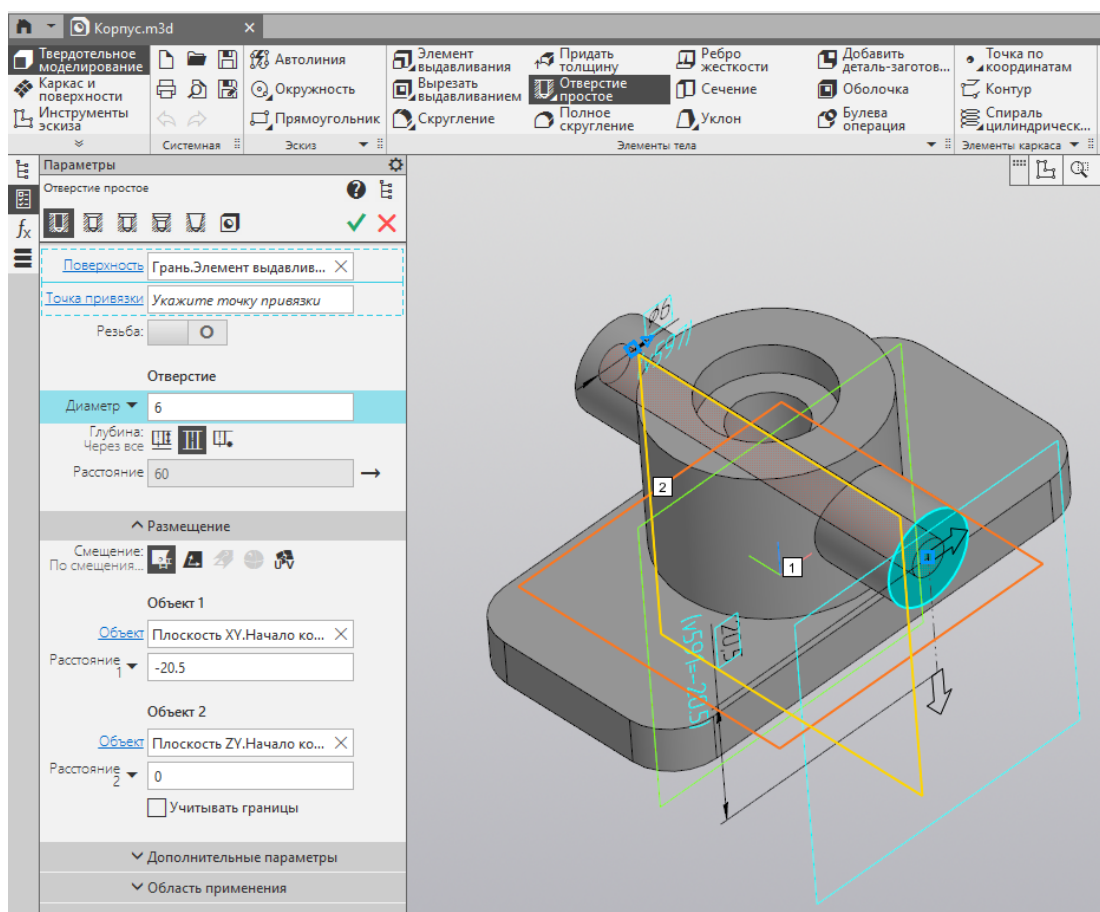

Рисунок 12 – Настройка параметров простого отверстия
1.12 На торце круглого элемента крана создайте простое сквозное отверстие диаметром 6 мм, используйте команду «Отверстие простое» . В настройках отверстия укажите глубину «Через все», в разделе «Размещение» задайте расстояние 1 от плоскости XY (–20,5 мм), а расстояние 2 от плоскости ZY значение 0 (рис. 12). Результат создания простого отверстия показан на рисунке 13.